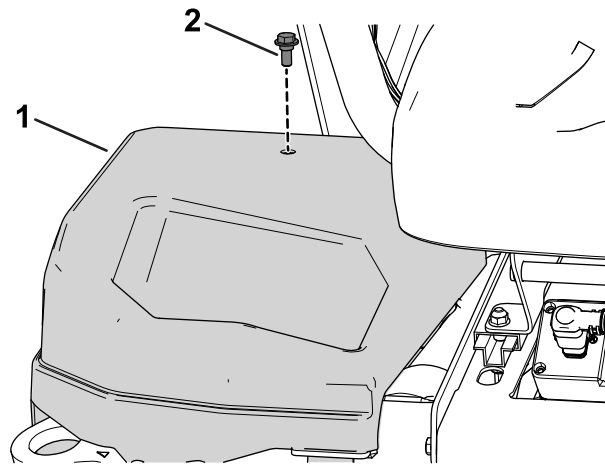

Figura 28
1. Retire la cubierta del lado derecho de la máquina (Figura 28).